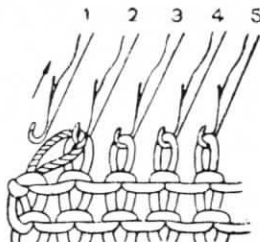

Fig. 47
- Con ayuda del punzón de un ojo, transportar el punto de orilla sobre la aguja siguiente (Fig. 47);